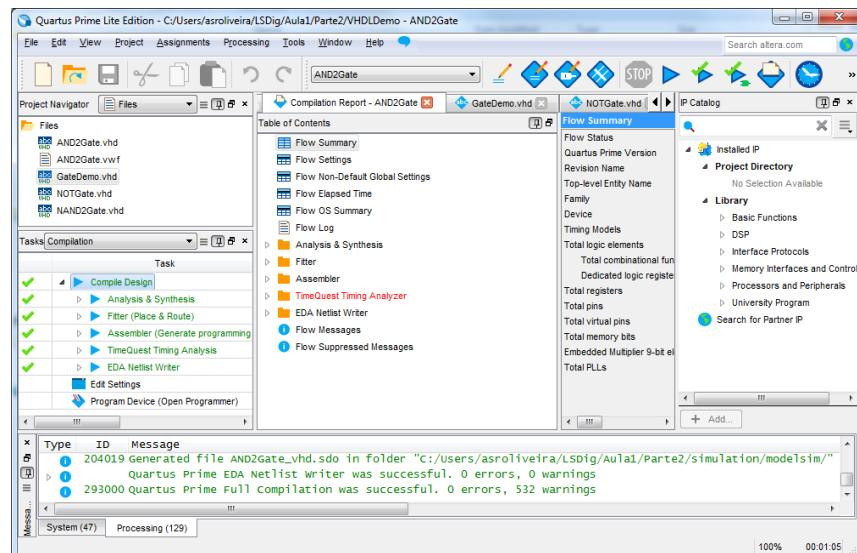

Figura 50 – “Quartus Prime” IDE após compilação completa do projeto.
22. Efetue a síntese e implementação do sistema através do comando “*Compile Design*”. No final da compilação o IDE deve apresentar o aspetto da Figura 50.